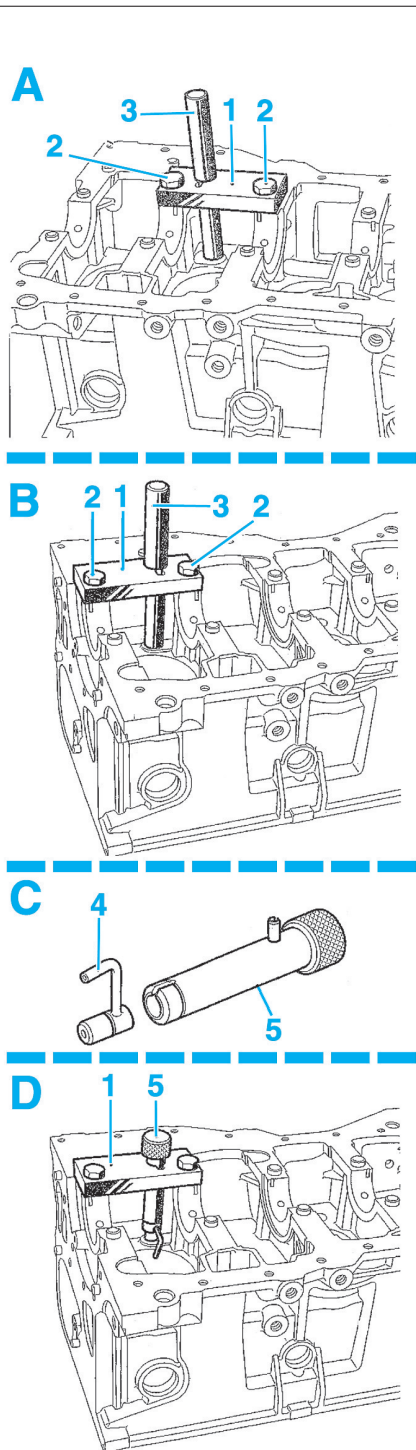

Fig. 100
- Mettre en place la plaque de l'outil Renault Mot. 1494 (1), sans serrer ses vis de fixation (2) et en respectant son orientation différentes entre les cylindres 1-3 et 2-4 (Fig.100).
- Enfoncer la tige de centrage (3) de l'outil Mot. 1494 jusque dans le logement du gicleur dans le bloc-cylindres au travers de la plaque (1), afin de centrer celle-ci.
- Dans cette position, serrer les vis de fixation (2) de la plaque et déposer la tige (3).
- Monter le gicleur neuf (4) dans la tige de poussée (5).
- Enfoncer la tige de poussée (5) munie du gicleur au travers de la plaque (1) et taper sur la tige, à l'aide d'un marteau, jusqu'à ce que son épaulement soit en butée sur la plaque.